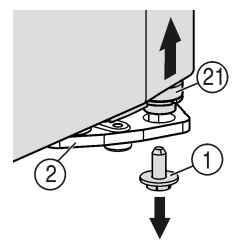
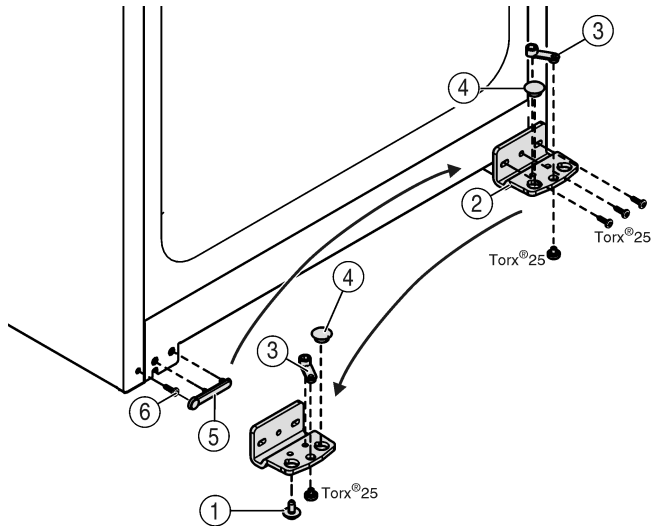

Fig. 5
Fig. 6
- Dévisser la vis de blocage du support d'appui Fig. 5 (1) en bas à droite.
- Le pivot d'appui Fig. 5 (21) se desserre du support d'appui Fig. 6 (2).
- Si le pivot d'appui Fig. 5 (21) ne se desserre pas, chasser le support par le bas.
- ▶ Dévisser le support d'appui Fig. 6 (2).
- ▶ Dévisser l'élément pivotant Fig. 6 (3) et le permuter dans le trou opposé du support d'appui, revisser à fond.
- ▶ Retirer le bouchon Fig. 6 (4) du support d'appui et le placer dans le trou du côté opposé au support d'appui.
- ▶ Retirer le cache Fig. 6 (5) côté poignée avec précaution.
- ▶ Retirer la vis Fig. 6 (6) et la revisser sur le côté opposé.
- ▶ Remettre en place le cache Fig. 6 (5).
- ▶ Revisser le support d'appui Fig. 6 (2) sur le nouveau côté charnière, en utilisant une visseuse sans fil si nécessaire, avec un couple de serrage de **4 Nm**.
- ▶ Visser la vis d'arrêt Fig. 5 (1) en bas dans le pivot d'arrêt et la serrer à fond (**avec 4 Nm**).